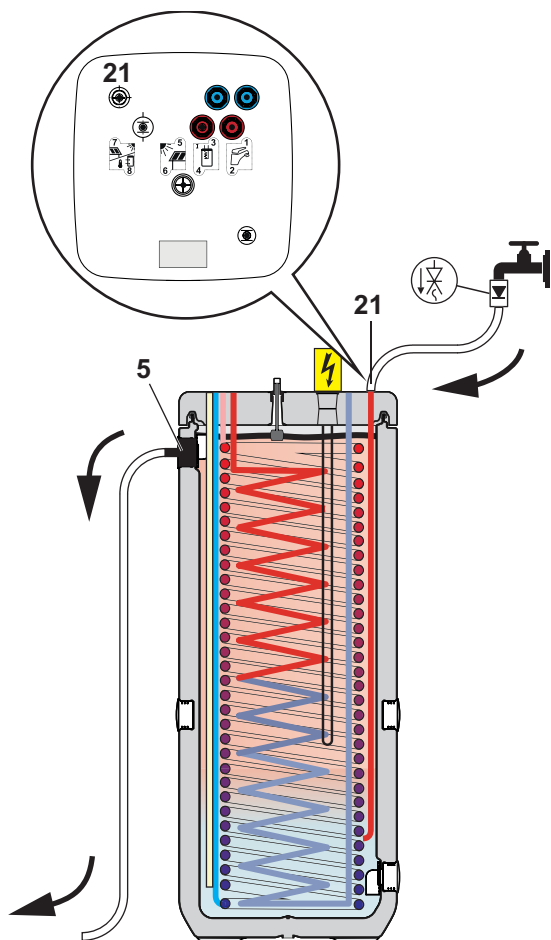

Fig. 4-4 Remplissage du ballon tampon - sans $p=0$ système solaire et sans raccord de remplissage KFE
- Raccorder le tuyau de remplissage avec clapet anti-retour (1/2") sur le raccord « DrainBack solaire – alimentation » (voir fig. 4-4, rep. 21).
- Remplir le réservoir du ballon du ROTEX Sanicube / HybridCube avec de l'eau au niveau du **trop-plein de sécurité** (fig. 4-4, rep. 5).
- Remplir d'eau le réservoir du ballon du ROTEX Sanicube SC jusqu'au **niveau du trop-plein de sécurité** (fig. 4-4, rep. 5).